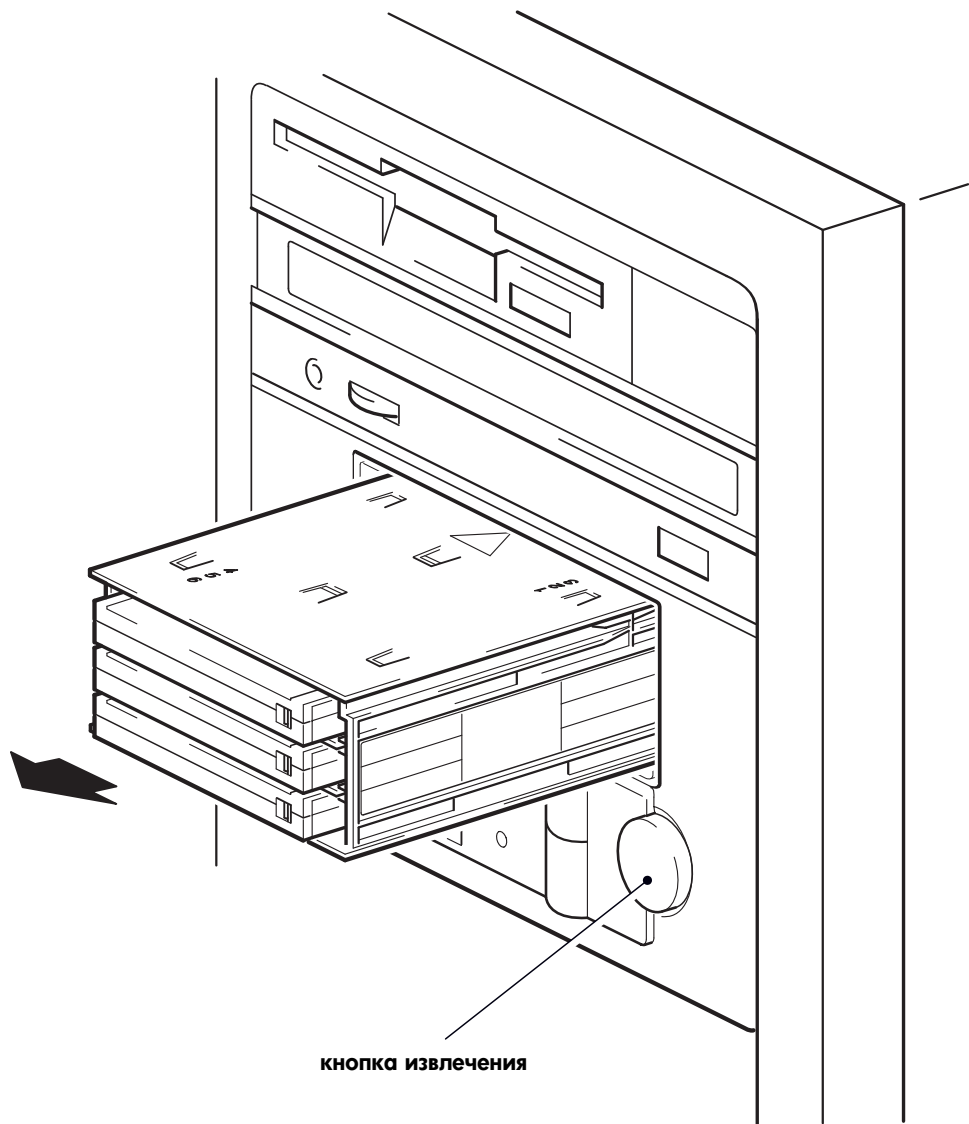

Рис. 12. Извлечение магазина
- 1 Нажмите кнопку извлечения на лицевой панели автозагрузчика (см. Рис. 12).